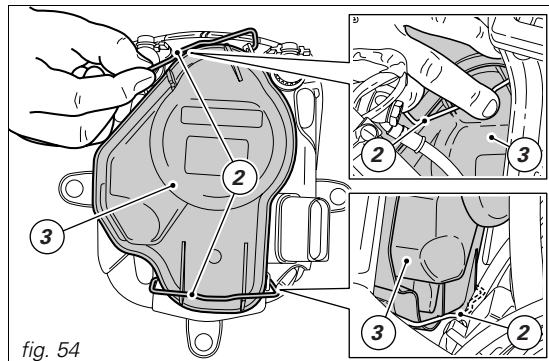

fig. 54
Per accedere alle lampade del proiettore occorre sganciare le mollette (2), superiore e inferiore, operando dai lati del cupolino fisso nella zona sotto al cruscotto (fig. 54), e aprire il coperchio (3).